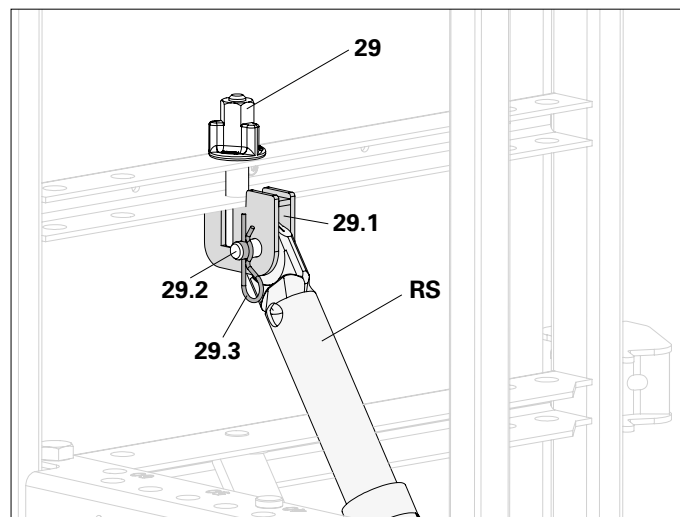

Fig. A7.02
Connecter l'étais tirant-poussant (RS) et les cosses de connexion (29.1) avec des boulons (29.2) et des goupilles de sécurité (29.3). (Fig. A7.02)